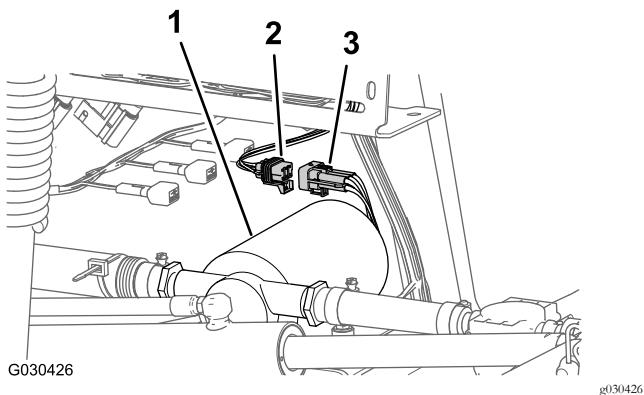

Bild 8
- Ziehen Sie den 6-Stift-Stecker des Kabelbaums der Spülpumpe vom 6-Buchsen-Stecker des hinteren Hauptkabinenkabelbaums ab (Bild 8).